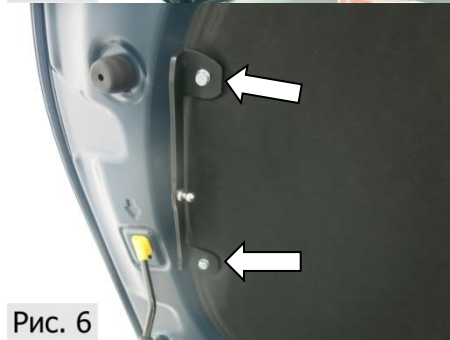

Рис. 6
7. Установить кронштейн капота, зафиксировав его двумя болтами М6х20 с шайбами 6. Торцевой головкой №10 затянуть болты с усилием 9 Нм, (Рис.6).